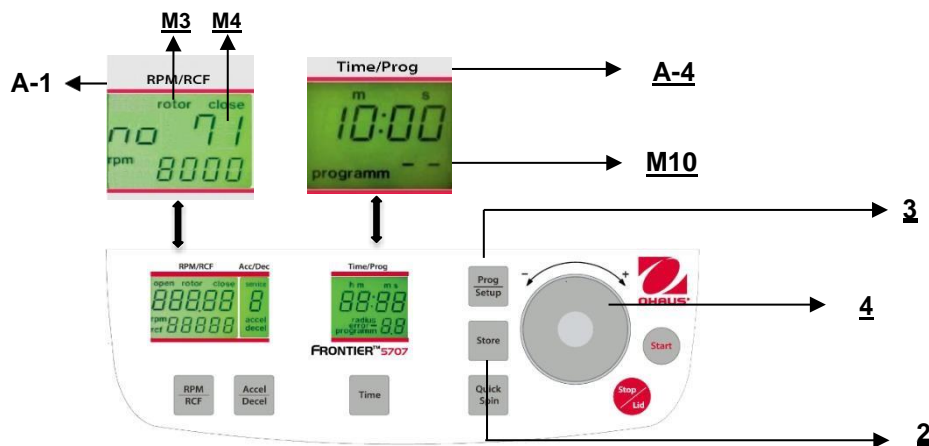

Abbildung. 23
Um gespeicherte Programme aufzurufen, drücken Sie die Taste **"Prog/Setup"** (3) (siehe Abbildung 23), während der Deckel bereits geschlossen ist. Innerhalb der Anzeige **"Time/Prog"** (A-4) erscheint **"programm -"**(M10). Die gewünschte Programmnummer kann vorab mit dem Anpassungs Wählscheibe (4) ausgewählt werden. Auf den entsprechenden Anzeigen erscheinen die gespeicherten Werte für dieses Programm.
Um den Programmmodus zu verlassen, drücken Sie lediglich die Taste **"Prog/Setup"** (3) (siehe Abbildung 23). Dann erscheint innerhalb der Anzeige **"Time/Prog"** das Wort **"programm"** .